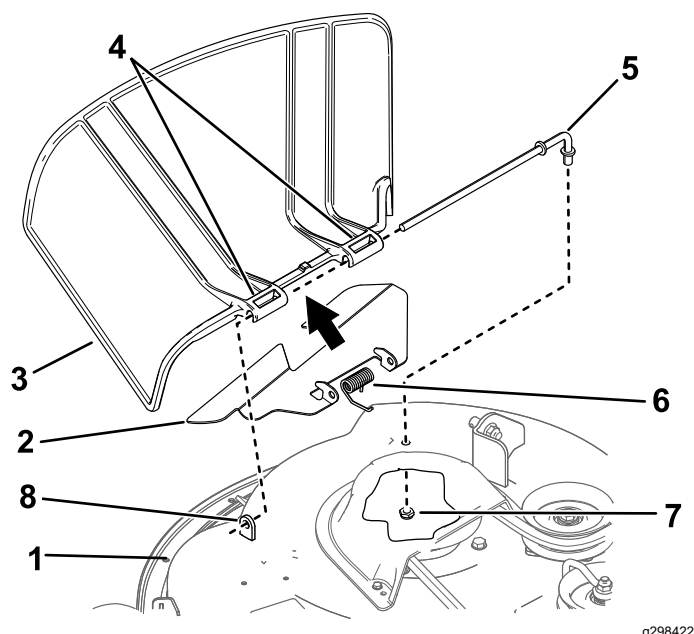

Figura 74
- Îndepărtai piulia ($\frac{3}{8}$ ") de la tija de sub maina de tuns iarba (Figura 74).
2. Glisai tija în afara distanțierului scurt, arcului, deflectorului i a deflectorului pentru iarba (Figura 74).
4. Montai noul deflector pentru iarba i deflector (Figura 74).
7. Glisai tija prin deflector i al doilea pivot al deflectorului pentru iarba (Figura 74).
9. Fixai capătul din spate al tije la maina de tuns iarba cu o piuliță (3/8") aa cum se arată în Figura 74.